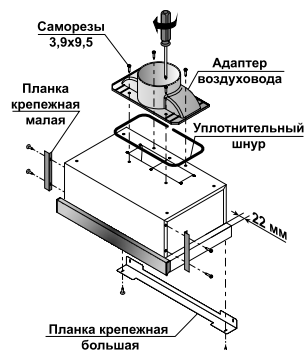

Рис. 2
1. При помощи саморезов 3,9х9,5 из монтажного комплекта и отвертки закрепите адаптер воздуховода и, при необходимости, планки крепежные на корпусе вытяжки. (Рис. 2)